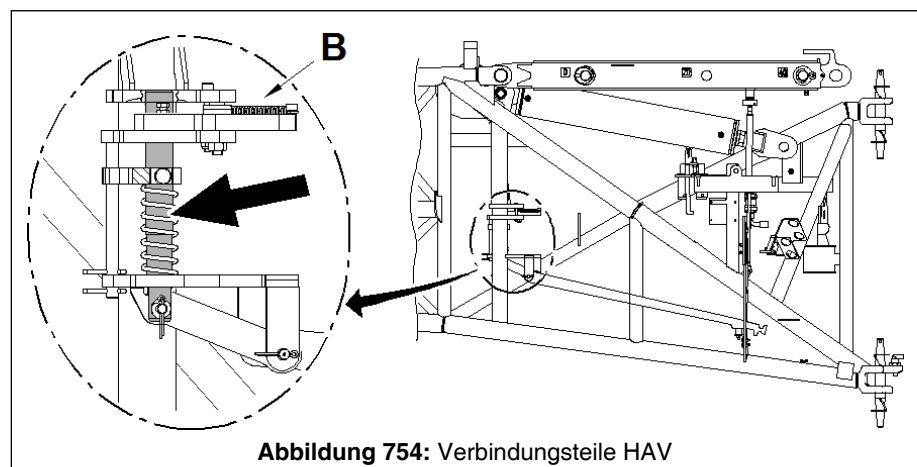

Abbildung 754: Verbindungsteile HAV
- Vor der Fortsetzung des Anbauvorganges muss visuell kontrolliert werden, ob der Bolzen (siehe Pfeil in Abb. 754, Seite 824) tatsächlich am seitlichen Drehpunkt (B) eingerastet ist.